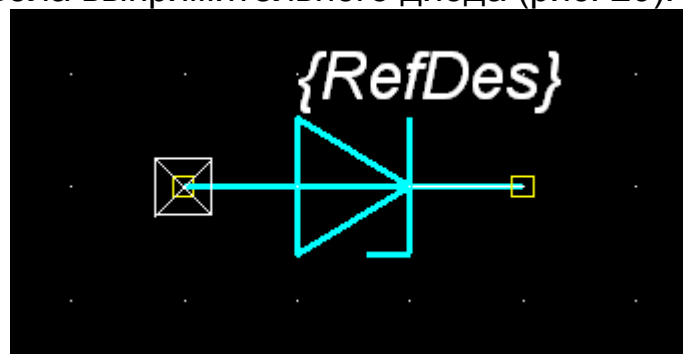

Рис. 20 Символ стабилитрона (Grid=5mm)
- 7.2 Нарисуйте символ стабилитрона на основе созданного символа выпрямительного диода (рис. 20).